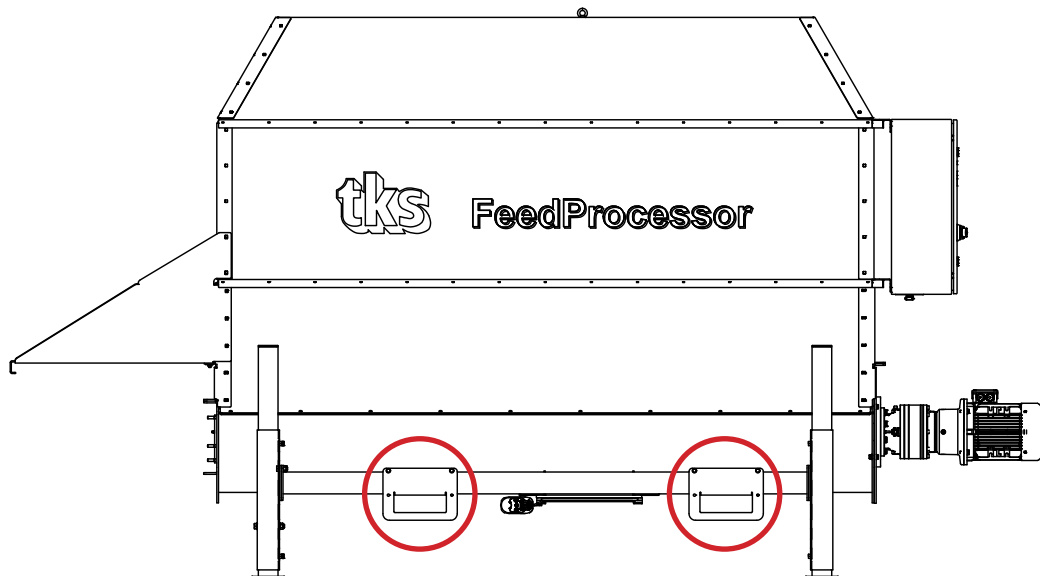

Fig. 10
- Maskinen kan løftes med truck. Egne fester er montert på maskin. **Se Fig. 10**